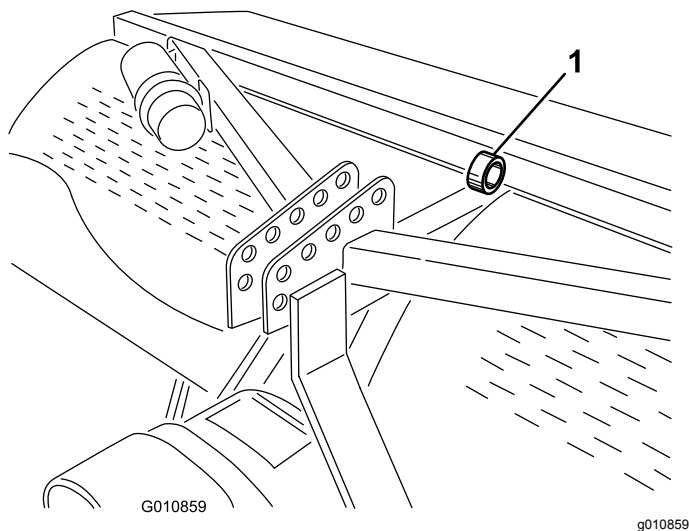

Figura 43
**Nota:** Puede utilizar un polipasto para elevar el aireador. Utilice el ojal del cabezal de perforación como punto de enganche del polipasto (Figura 43). Asegúrese de que el polipasto tiene suficiente capacidad de izado. Consulte Especificaciones (página 24).